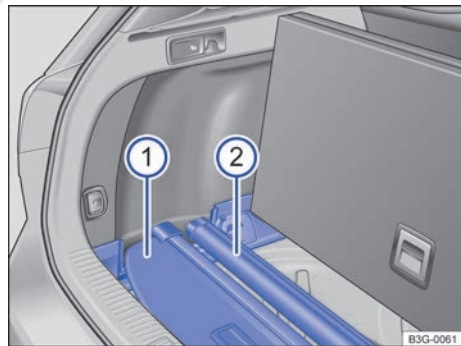

Fig. 195 Debajo del piso del maletero: guardar la cubierta del maletero y la red de separación.
- Deposite la cubierta del maletero desmontada → fig. 195 ① sobre los rebajes traseros de las consolas laterales como se muestra en la figura.
- Deposite la red de separación desmontada → fig. 195 ② sobre los rebajes delanteros de las consolas laterales como se muestra en la figura.